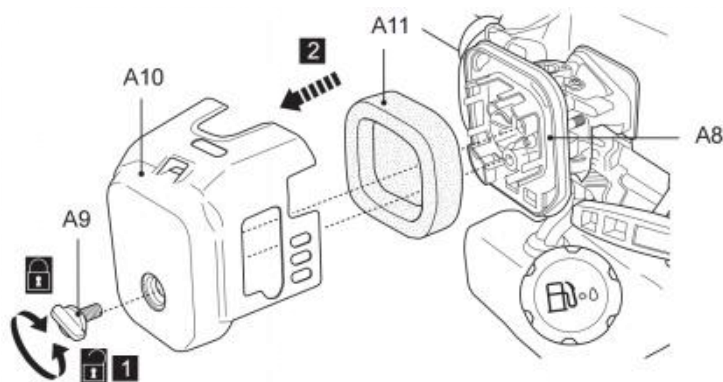

Fig. 77
1. Inspeccione el filtro de aire regularmente. Reemplácelo por uno nuevo si es necesario (Fig. 77).